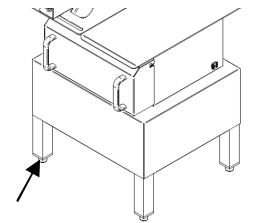

Fig.4.1.1
- Appuyer sur ce bouton pour arrêter le moteur d'entraînement de la lame de coupe. Pour pouvoir redémarrer la machine, il faut tourner la tête du bouton dans le sens inverse des aiguilles d'une montre jusqu'au déblocage du bouton. Le déblocage du bouton ne permet pas de redémarrer la machine, pour ce faire il faut appuyer sur le bouton de démarrage (réf, 1 fig. 4.1.1).